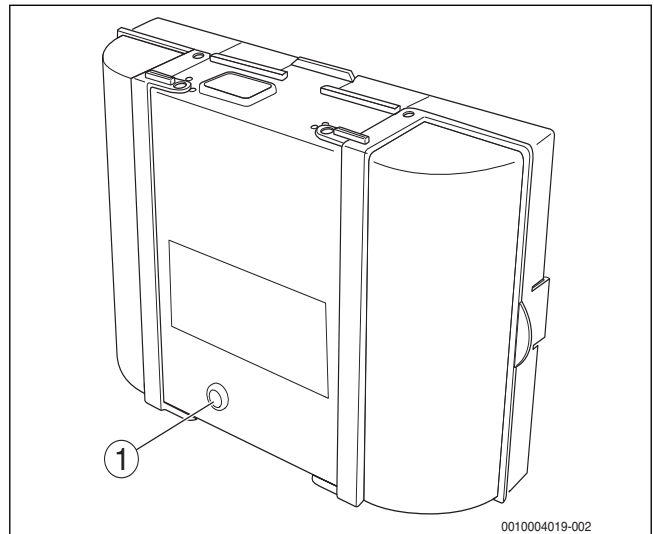

Bild 44 Störungen am Feuerungsautomaten zurücksetzen
- ▶ Taste „Entstören“ am Feuerungsautomaten drücken (→ Bild 44). Die Störung wird nicht mehr im Display angezeigt.